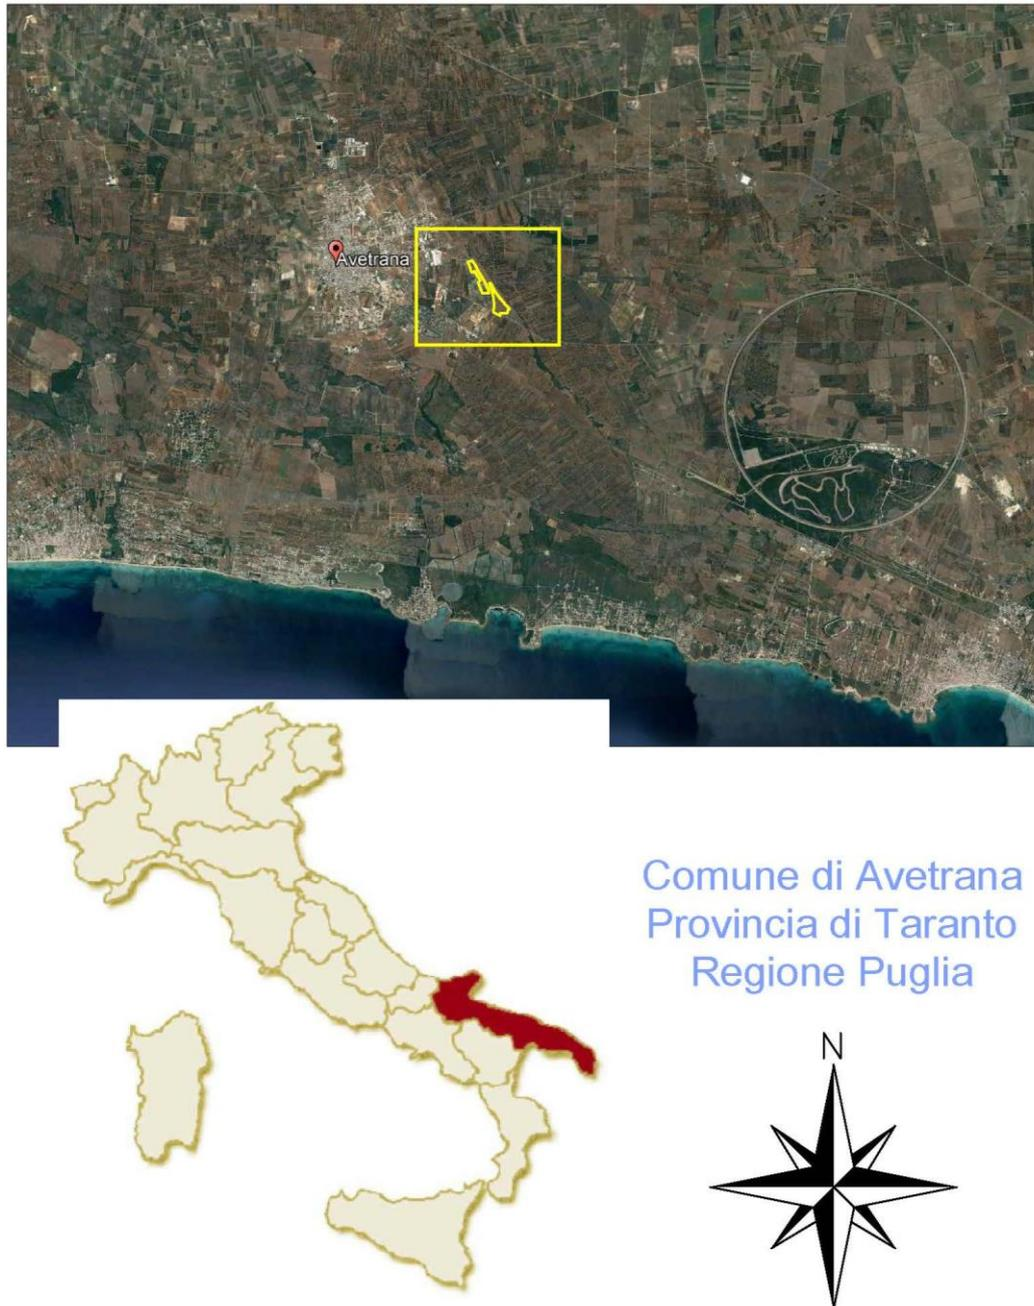
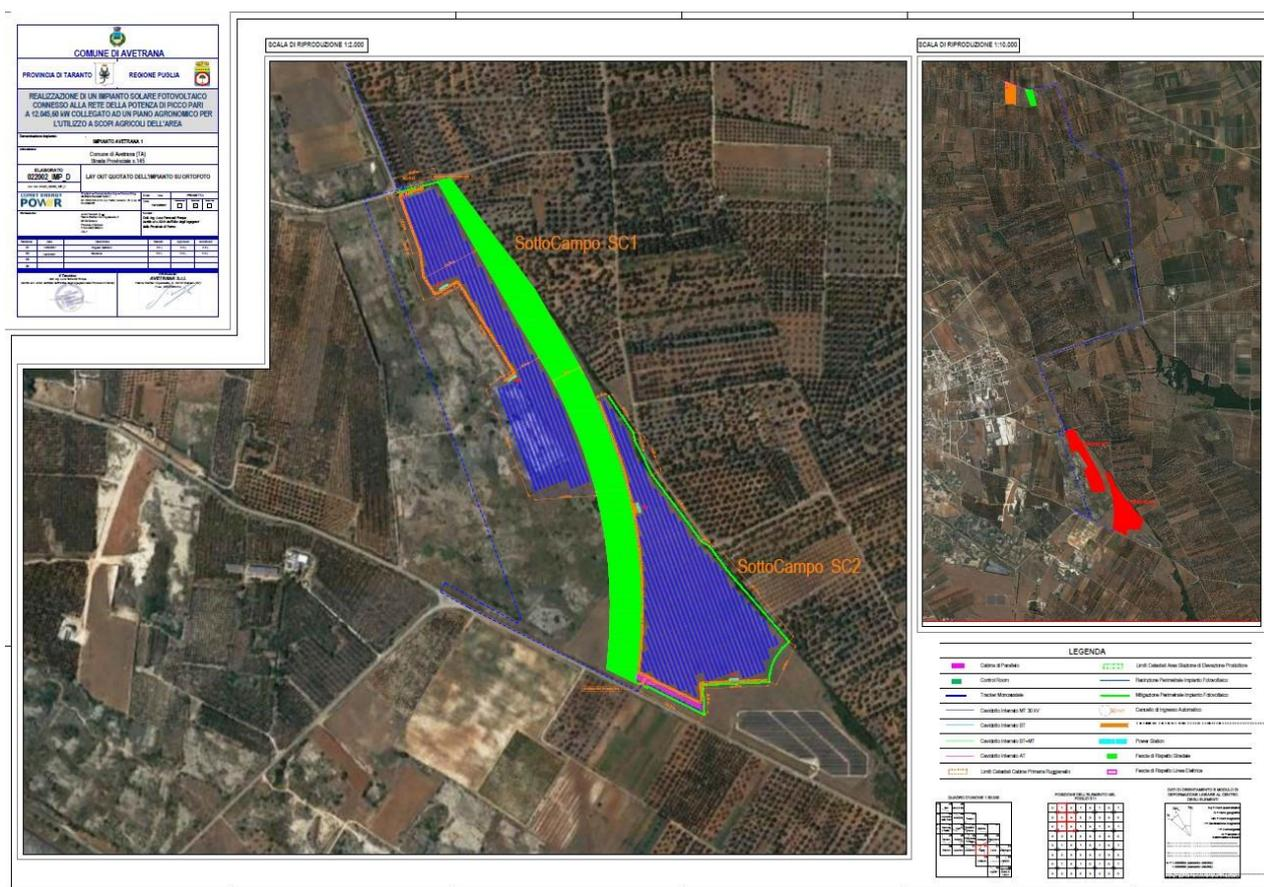

Figura 1.1: Inquadramento Generale
Figura 1.2: Inquadramento su Ortofoto
L'impianto Fotovoltaico oggetto della presente relazione è ubicato nell'agro del Comune di Avetrana (TA) in Località "Strada Provinciale n.145" (vedi Figura 1.1, inquadramento generale e Figura 1.2 Inquadramento su Ortofoto).
L'area identificata per la realizzazione dell'impianto è situata a Sud-Est del Comune di Avetrana ed è formato da n.2 Sottocampi (Denominati Avetrana SC1 e Avetrana SC2) su due Siti distinti non adiacenti (Si veda Figura 1.2) nella disponibilità del richiedente.